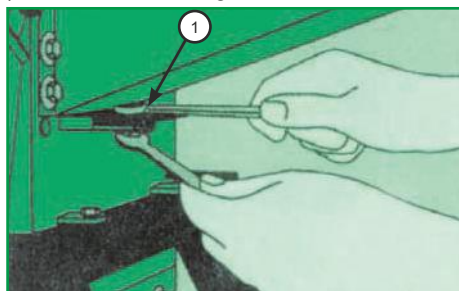
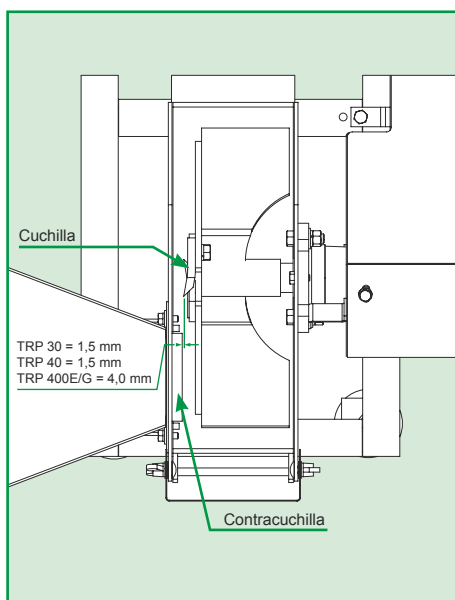

Figura 1
Figura 2
Reapietos periódicos, como el ajuste en la contracuchilla, son indispensables. El ajuste es realizado soltando la tuerca hexagonal (1) conforme la Figura 1 y desplazando la contracuchilla hasta que las cuchillas pasen a una distancia de aproximadamente 1,5 mm para el TRP 30 e TRP 40 y 4,0 mm para el TRP 400E/G (Figura 2).